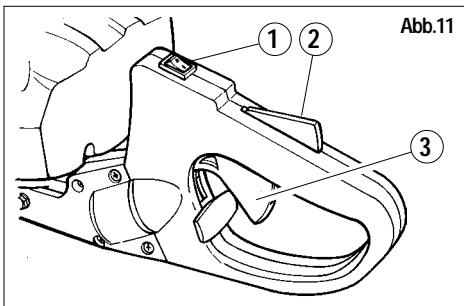

Abb.11
- 2) Den Stoppschalter (Abb. 11 Teil 1) auf die Position „ON“ drücken.
5) Nehmen Sie den hinteren Griff in die linke Hand und drücken Sie mit der Handfläche gegen die Gasverriegelung (Abb. 11 Teil 2). Auf diese Weise wird die Bewegung des Gaszugs freigegeben (Abb.11 Teil 3).
1) Zum Stoppen des Motors ist der Schalter (Abb. 11 Teil 1) in die Position „OFF“ zu stellen.